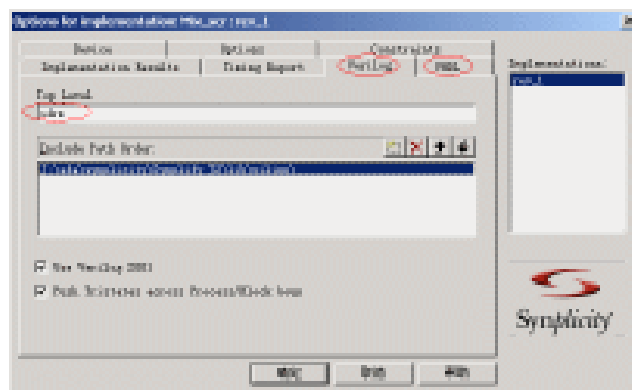

图4-45 【Verilog】选项卡的设置
- 在混合资源工程中必须明确指定工程的顶层模块名称。具体方法是单击 **Impl Options...** 按钮，启动综合参数设置对话框，如果工程的顶层文件是 Verilog 文件，就在【Verilog】选项卡的【Top Level】栏输入顶层模块名称；如果工程的顶层文件是 VHDL 文件，就在【VHDL】选项卡的【Top Level】栏输入顶层模块名称。本工程的顶层模块“sdrm”是用 Verilog 语言描述，所以在【Verilog】选项卡设置，本例不用指定库路径“Include Path Order”，单击 **确定** 按钮确认，如图 4-45 所示。